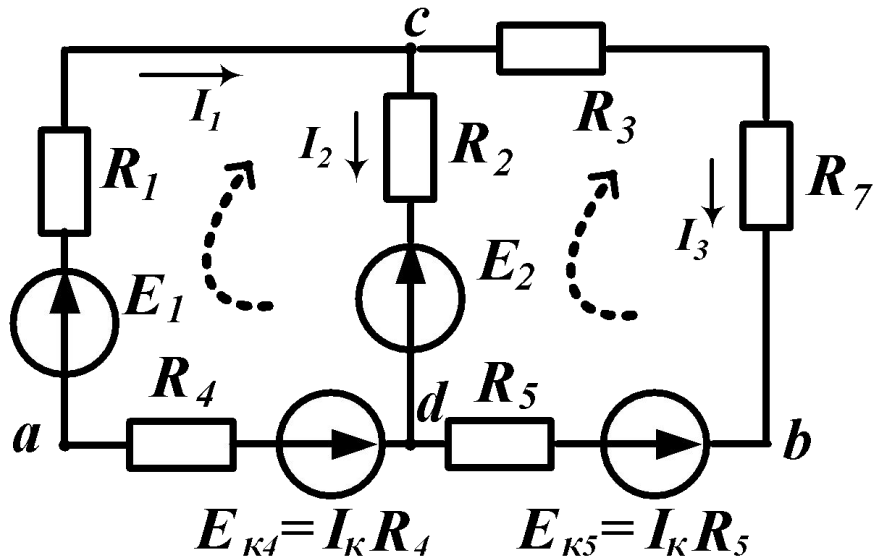

рис. 3.3.
1) Задаються (довільно) позитивними напрямками струмів (I_1, I_2, I_3) в ветвях схеми (рис. 3.3)